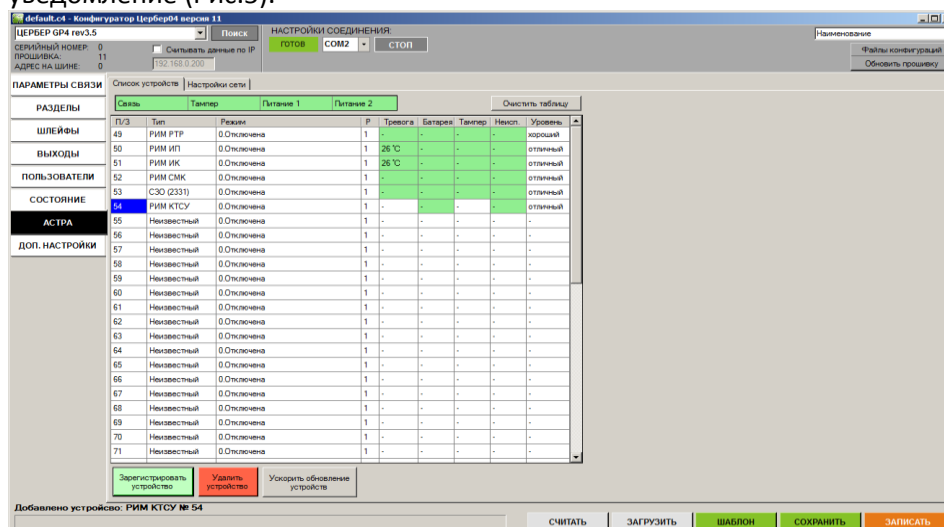

Рис.5.
3. Дожидаемся окончания регистрации радиоустройства. Будет выдано соответствующие уведомление (Рис.5).